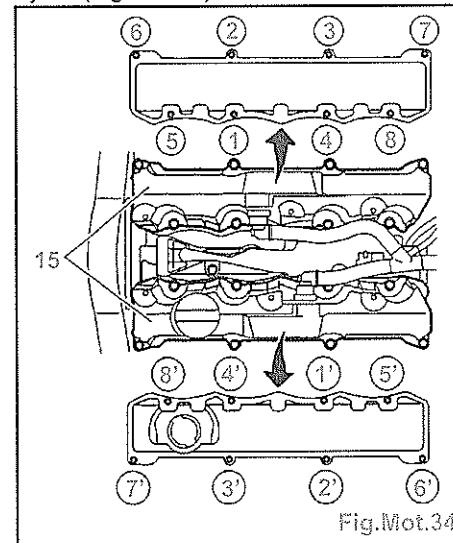

Fig.Mot.34
- Reposer les couvre-culasses (15) après avoir nettoyé les joints et les plans de joint (Fig.Mot.34).